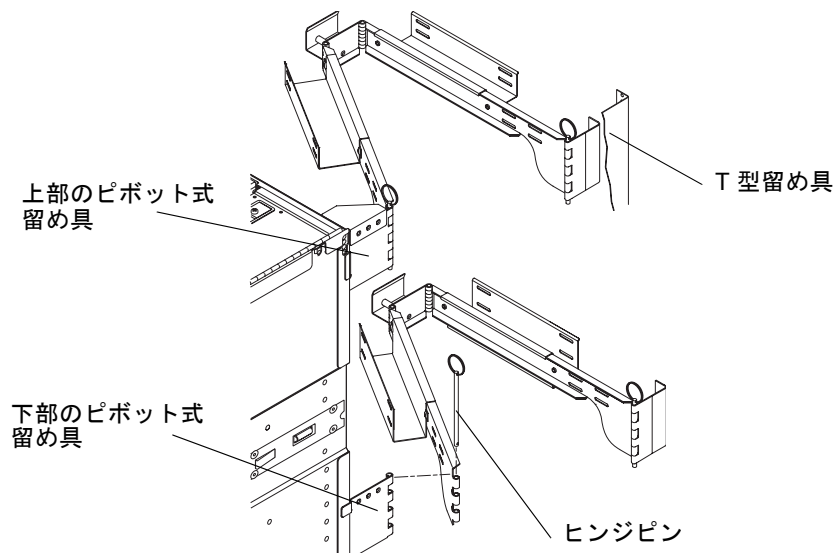

図 5-3 CMA-800
2. 電源ケーブルアームの下部のピボット式留め具からヒンジピンを取り外します (図 5-3)。
3. 電源ケーブルアームを左側の T 型留め具の下部に固定している 2 本の脱落防止機構付きねじを緩めます (図 5-3)。
4. I/O ケーブルアームを左側の T 型留め具の上部に固定している 2 本の脱落防止機構付きねじを緩めます (図 5-3)。
1. I/O ケーブルアームの上部のピボット式留め具からヒンジピンを取り外します (図 5-3)。